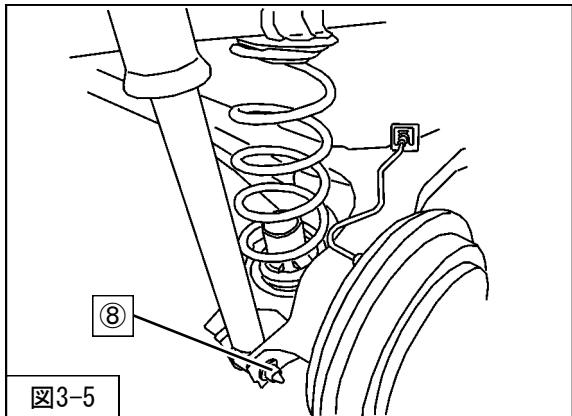

図3-5
6. ⑧リアショックアブソーバASSY口ア取付ボルトを取外してください。 (図3-5)